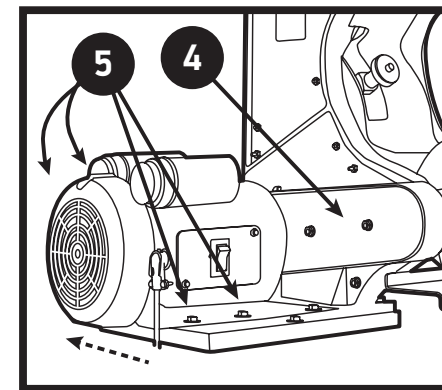

Figure 10
- + Tous les 30 jours, vérifier la tension de la courroie en V. Si la courroie en V émet des bruits de claquement (article 4, page 19) lors du démarrage du moteur, cela signifie que la tension de la courroie en V doit être ajustée. Pour l'ajustement, desserrer les quatre boulons (Figure 10) qui fixent le moteur à la base de la machine et faire glisser le moteur vers l'arrière de la machine. Serrer les quatre boulons.